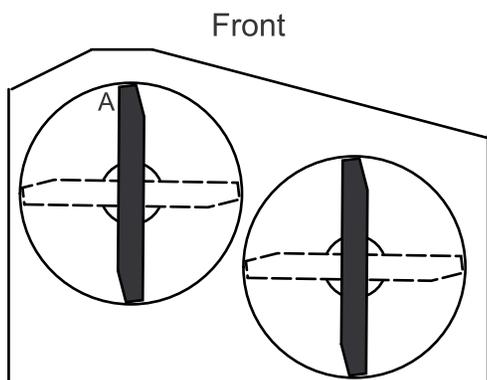

Figura 61
- Mida en la posición **A** desde una superficie nivelada hasta el filo de corte de los extremos de la cuchilla (Figura 61).